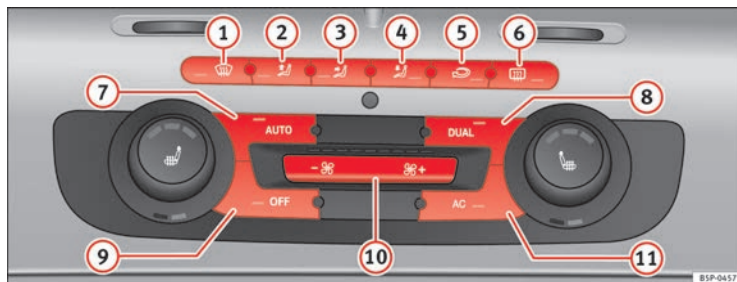

Abb. 111 In der Instrumententafel: Bedienelemente 2C-Climatronic
- Zur Einstellung der Temperatur auf der linken bzw. rechten Seite drehen Sie die Einstellräder für die Temperaturvorwahl ⇒ Abb. 111 9 bzw. 14.
- Drücken Sie die Taste  ⇒ Seite 156, Abb. 111. Am Display des Radios wird „AUTO High“ angezeigt (hohe Gebläsestufe).
- Drücken Sie erneut die Taste  ⇒ Seite 156, Abb. 111. Am Display des Radios wird „AUTO Low“ angezeigt (niedrige Gebläsestufe).